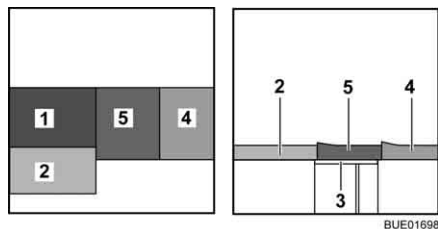

Bild 131 Efter ombyggnaden
- Lägg sittdynan (Bild 131,5) i mitten.
- Lägg ryggdynan (Bild 131,4) mellan sittdynan och väggen.